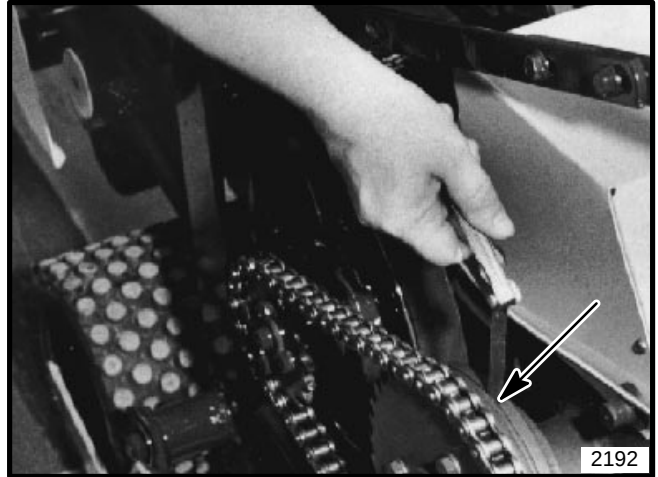

Figura 33
4. Usando un indicador, mida la distancia entre el volante y el forro del pedal para determinar la cantidad de rieles a ser removidos para obtener un espacio de .005" (.127 mm). Vea la Figura 33.